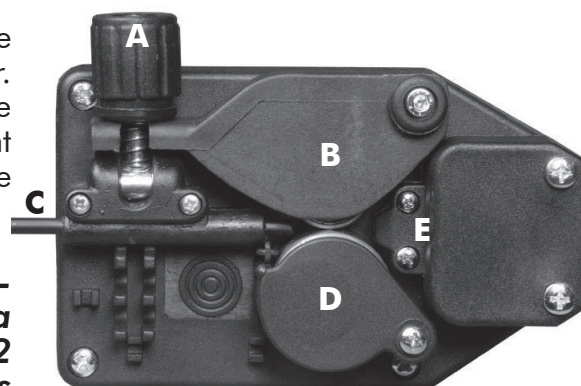

Figure 5
- Brancher le bloc en laiton de la torche sur la prise Euro (9) du panneau frontal de la machine en veillant à ne pas endommager les contacts, ensuite visser la bague de blocage de la torche.
- Desserrer l'écrou (1) du support (frein à tambour) et retirer le ressort (2) et la bague extérieure (3).
- Enlever l'enveloppe en plastique de la bobine (4) et la placer dans le support. Remettre à leur place la bague extérieure (3), le ressort (2) et l'écrou de fermeture en plastique (1) qui constituent le système de freinage de la vitesse de la bobine. NOTE: ne pas serrer excessivement l'écrou, car une pression exagérée augmente l'effort du moteur du dévidoir, tandis qu'une pression trop faible empêche l'arrêt immédiat de la bobine à la fin du soudage.
- Desserrer et abaisser le bouton en plastique (A) et relâcher le levier presse-fil (B)(Fig.5). Extraire les résidus de fil éventuels de la gaine guide-fil.
- Relâcher le fil de la bobine et le tenir serré avec une paire de pinces de façon à ce qu'il ne puisse pas se dérouler. Si nécessaire, le redresser avant de l'introduire dans le guide d'entrée (C) du fil. Y introduire le fil en le faisant passer au-dessus du galet inférieur (D) et dans la gaine guide-fil.